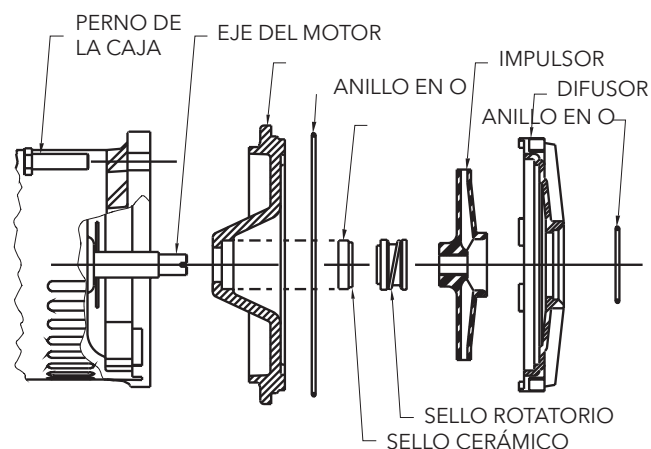

Figura 3: Ensamblaje del sello
9. Deslice la parte rotatoria del conjunto del sello y sepárela del eje (como se indica en la Figura 3). Separe la placa selladora del motor.
3. Inserte la funda de goma y el sello de cerámica (con el lado pulido expuesto) en la placa selladora. Fabrique una arandela de cartón para cubrir la superficie del sello de cerámica mientras es presionado para calzarlo en posición. La arandela de cartón se usa para evitar rayar la superficie de cerámica. Deseche la arandela de cartón una vez instalado el sello de cerámica (vea la Figura 3).